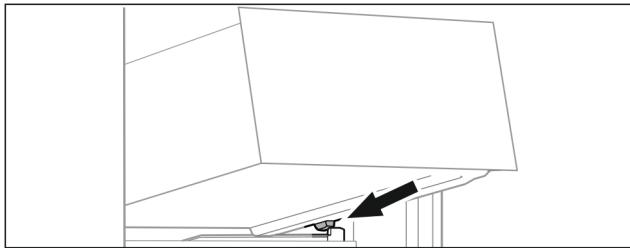

Fig. 75
- Schubfach schräg hinter den Stopfern auf Behälterrippe aufsetzen. (siehe Fig. 75)